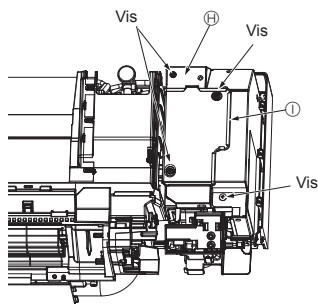
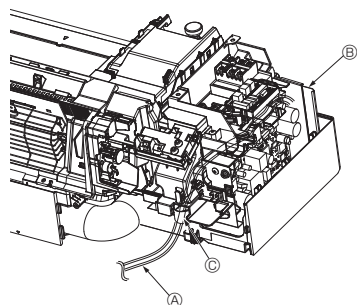

Fig. 6-7
Fig. 6-8
- (6) Retirer les couvercles avant et latéral du boîtier électrique ⑨, ⑩ (2 vis pour chacun). (Fig. 6-7)
- ④ Axe d'ailette inférieure
- ⑤ Axe d'ailette supérieure
- ④ Ailette inférieure
- ⑤ Ailette supérieure
- ⑥ Capuchons de vis
- ⑦ Panneau frontal
- ⑧ Cache
- ⑨ Couvercle de boîtier électrique (latéral)
- ⑩ Couvercle de boîtier électrique (avant)
- Passer le fil de raccordement ④ du KIT DE VANNE en option dans le collier de câble ③ du boîtier électrique ② pour l'insérer dans le boîtier électrique. (Fig. 6-8)